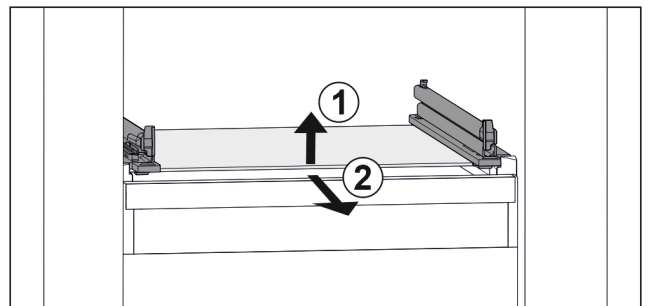

Fig. 149 Приблизне відображення скляної пластини
- ▶ Підняти скляну пластину спереду. Fig. 149 (1)
- ▶ Вийняти скляну пластину рухом вперед. Fig. 149 (2)